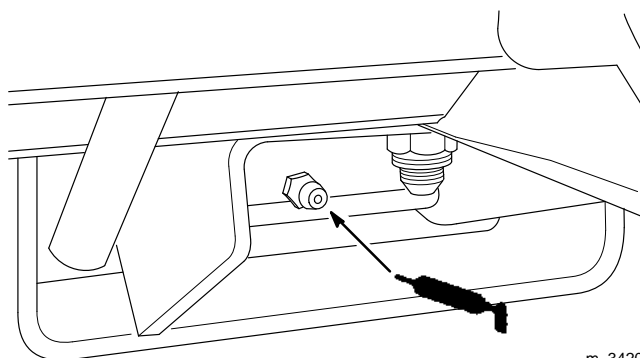

Figure 32
6. Lubrifier le graisseur de la pédale de frein (Fig. 32).